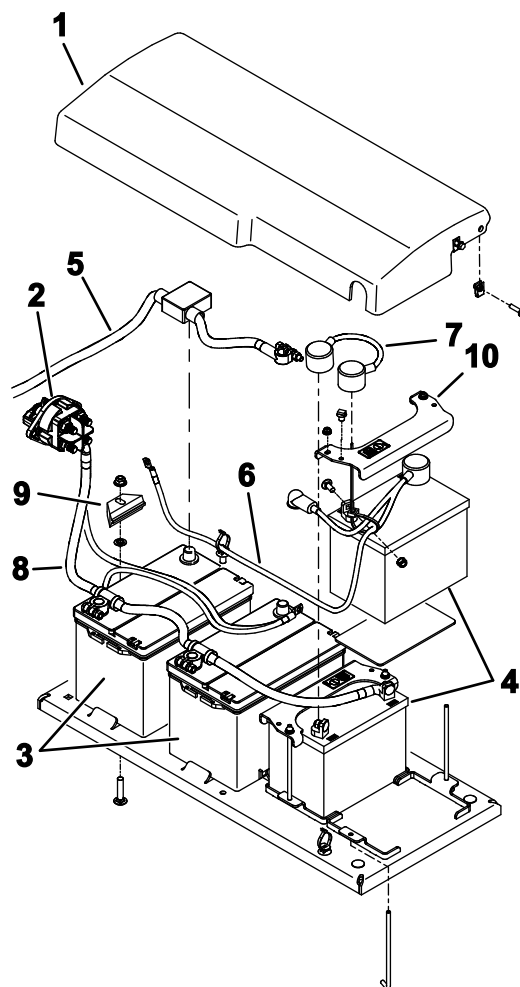

Рисунок 110
6. Снимите крепежные детали, с помощью которых крышка аккумуляторной батареи подсоединена к машине, и снимите крышку (Рисунок 110).
9. Осторожно снимите аккумуляторные батареи с машины (Рисунок 110).
1. Закрепите аккумуляторные батареи с помощью прижимов (Рисунок 110).